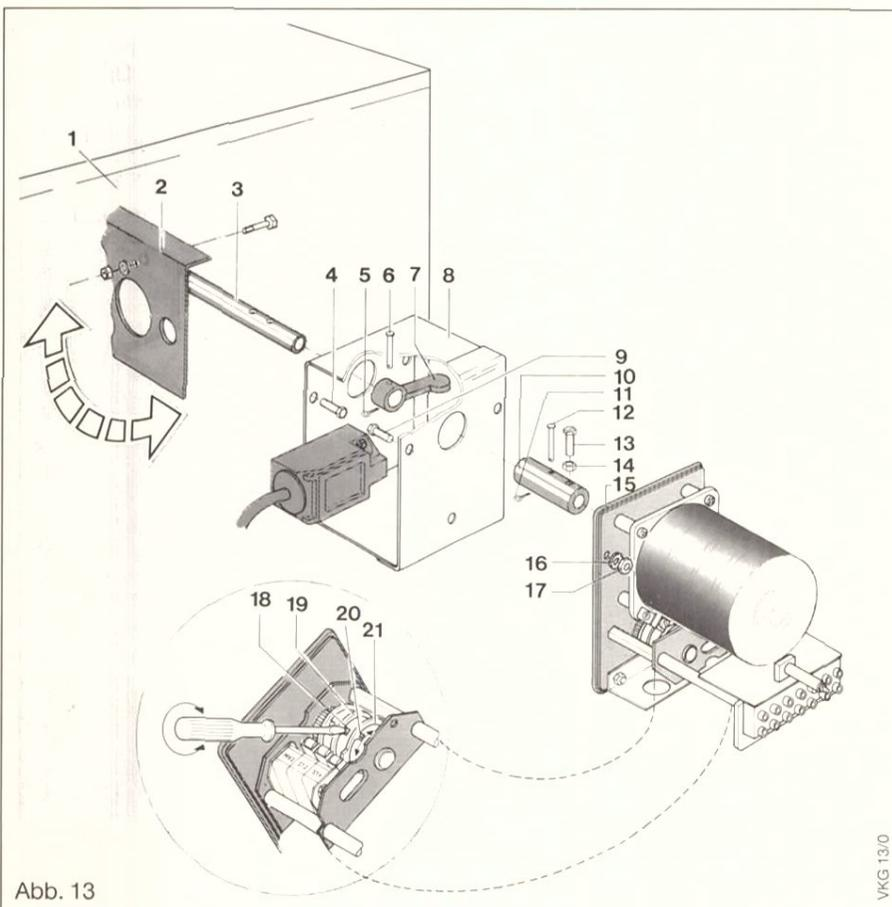

Abb. 13
Rohrwellen (3) durch die dafür vorgesehenen Öffnungen in der Strömungssicherung stecken. Siehe Abb. 13.
An den Endschaltern ST 1 und ST 2 können die Schaltnocken (19 und 21) durch Drehen der Einstellschrauben (18 und 20) nach rechts oder links verstellt werden. (Siehe Detail Abb. 13).
Die Abb. 13 zeigt die Klappenstellung „zu“.